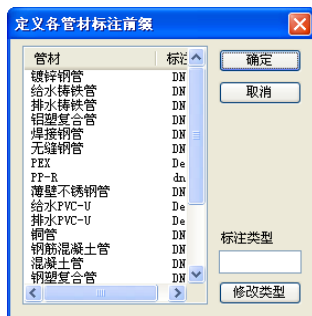

图 8-89 【定义各种管材标注前缀】对话框
- “类型”按钮: 单击该按钮, 系统弹出如图 8-89 所示的【定义各种管材标注前缀】对话框; 在其中可以选择管材的标注前缀, 单击选中其中的一个管材; 即可在对话框右下角的“标注类型”文本框中显示, 单击“修改类型”按钮, 即可完成管材前缀的修改。